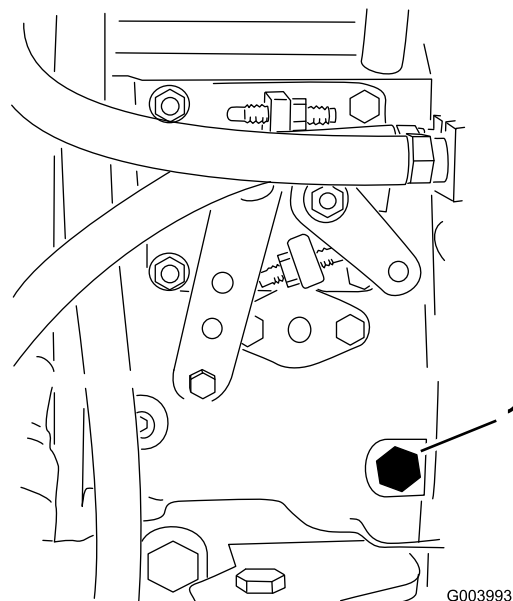

Figura 22
3. Abra el tornillo de purga de aire de la bomba de inyección de combustible (Figura 22) con una llave de 12 mm.